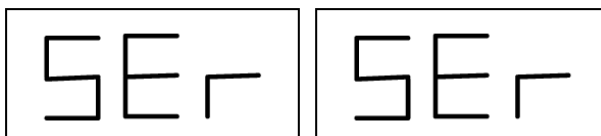

Рис. 9.1 - Режим СЕРВИС включен
2. Нажмите [F + P3]. Стенд переходит в сервисный режим и будет отображаться сообщение Ser Ser. См. рисунок 9.1.